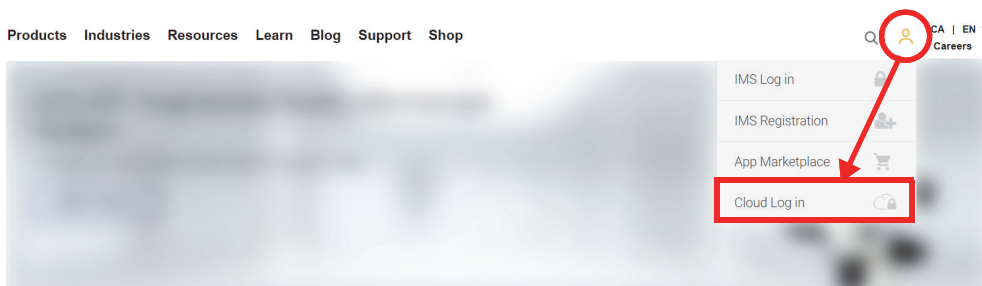

图 9-5 云登录
- 如果您需要在OSC上创建一个新账户, 请进入 www.olympus-ims.com 网站, 并点击 **Cloud Log in** (云登录) 创建您的账户 (参见第 216 页的图 9-5)。